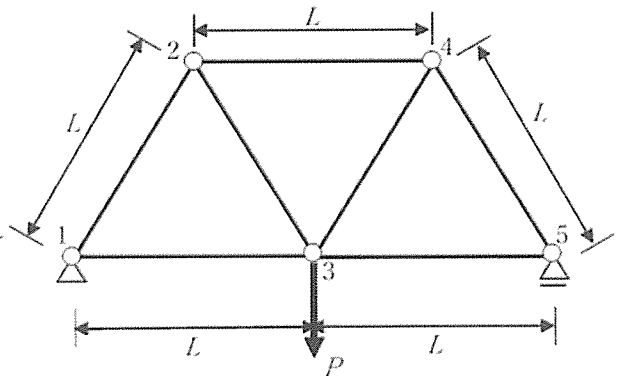

図 2
- (3) 図2のように、格点3に集中荷重 P が鉛直下向きに作用したとき、格点4の鉛直方向変位 v_4 を(2)の結果と相反定理を用いて求めよ。
- (4) 図2のように、格点3に集中荷重 P を鉛直下向きに作用させ、この荷重を増加させたところ、トラス部材に曲げ座屈(オイラー座屈)が生じた。このときの集中荷重 P の大きさを求めよ。ただし、この部材の曲げ剛性を EI とする。